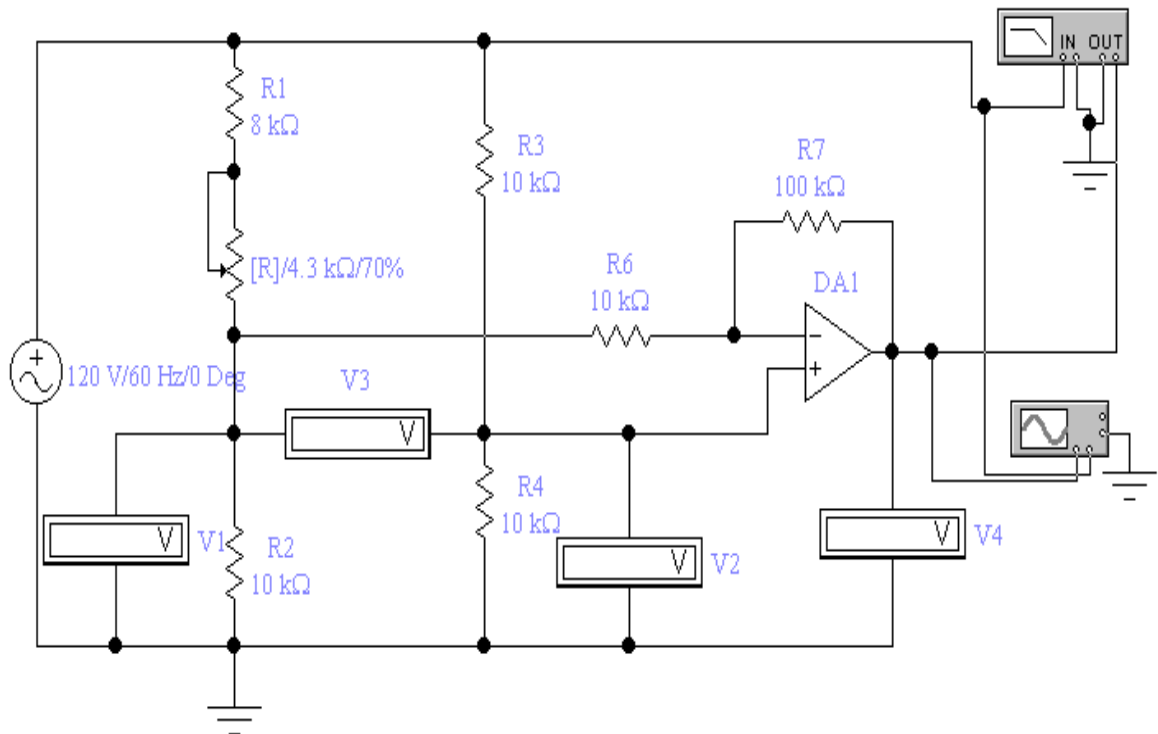

Рисунок 3.3 - Схема для проведення експерименту
1. Зібрати схему, показану на рис. 3.3 в програмному середовищі Electronics Workbench, Every Circuit (<https://everycircuit.com/app/>), Falstad (<https://www.falstad.com/circuit/circuitjs.html>), або іншому середовищі для побудови електричних схем.